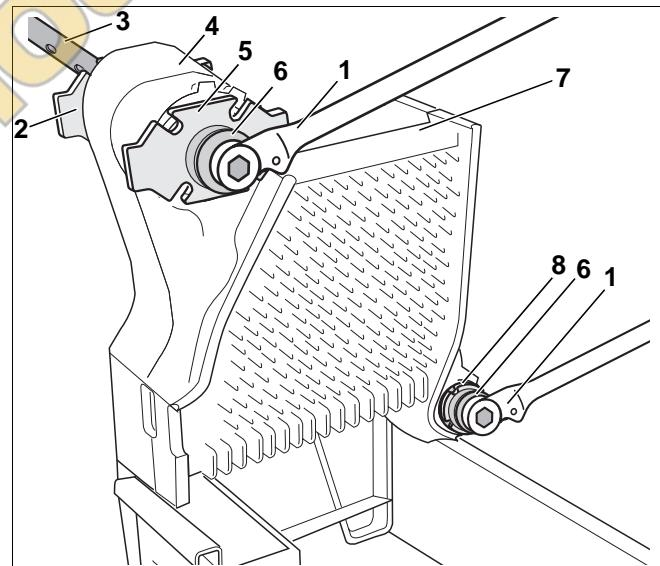

Рис. 18 Котел, вид сзади
- Надеть на стяжные гайки (рис. 18, поз. 6) ключи с трещоткой (рис. 18, поз. 1) и равномерно стянуть секции котла.